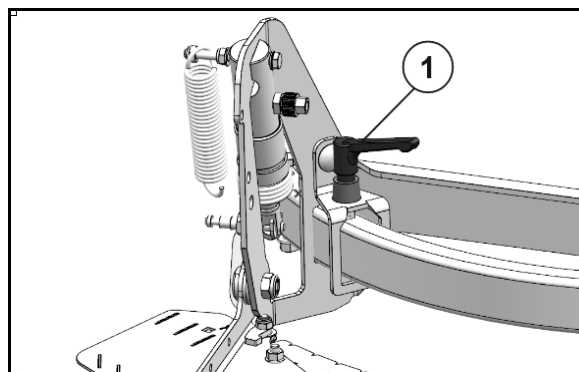

図 65
1. そのためにクランプレバー (図 65/1) を緩めます。